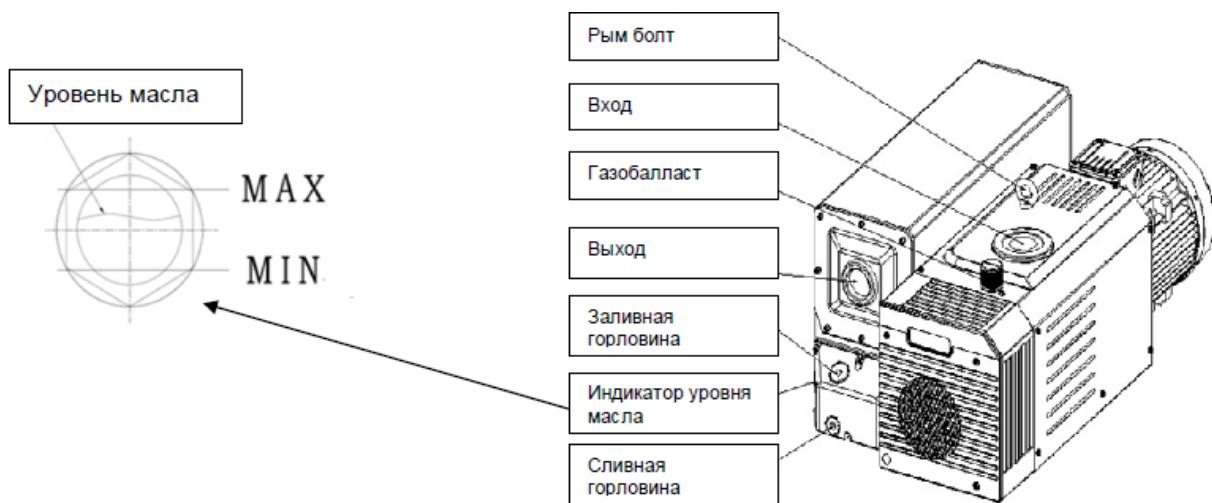

Рисунок 3 – Заливка масла
■ Отверните винт из отверстия для слива масла (рисунок 3) и оставьте на некоторое время до прекращения слива масла. Затем заверните винт на место и включите насос на 10 секунд. Это нужно для того, чтобы масло вытекло из насоса в емкость для масла (рисунок 3).